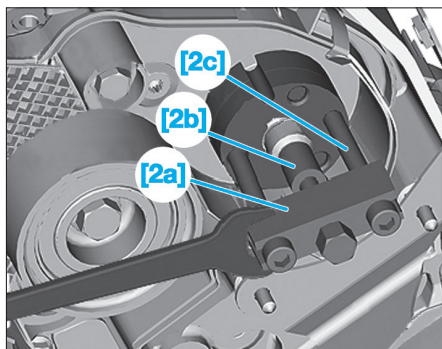

FIG. 68
- A l'aide de l'ensemble des outils [2], extraire le moyeu de la pompe (Fig.68).